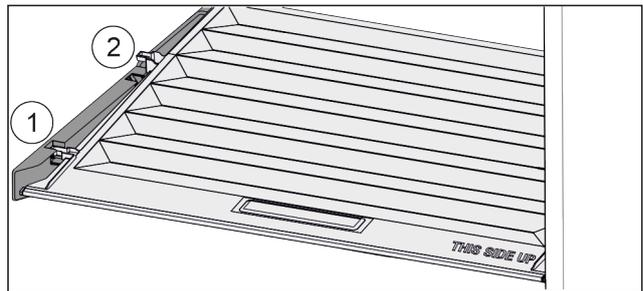

Fig. 115
- Deckel bis zur Öffnung in den Halteteilen nach vorne ziehen Fig. 115 (1).
- Hinten von unten anheben und nach oben wegnehmen Fig. 115 (2).